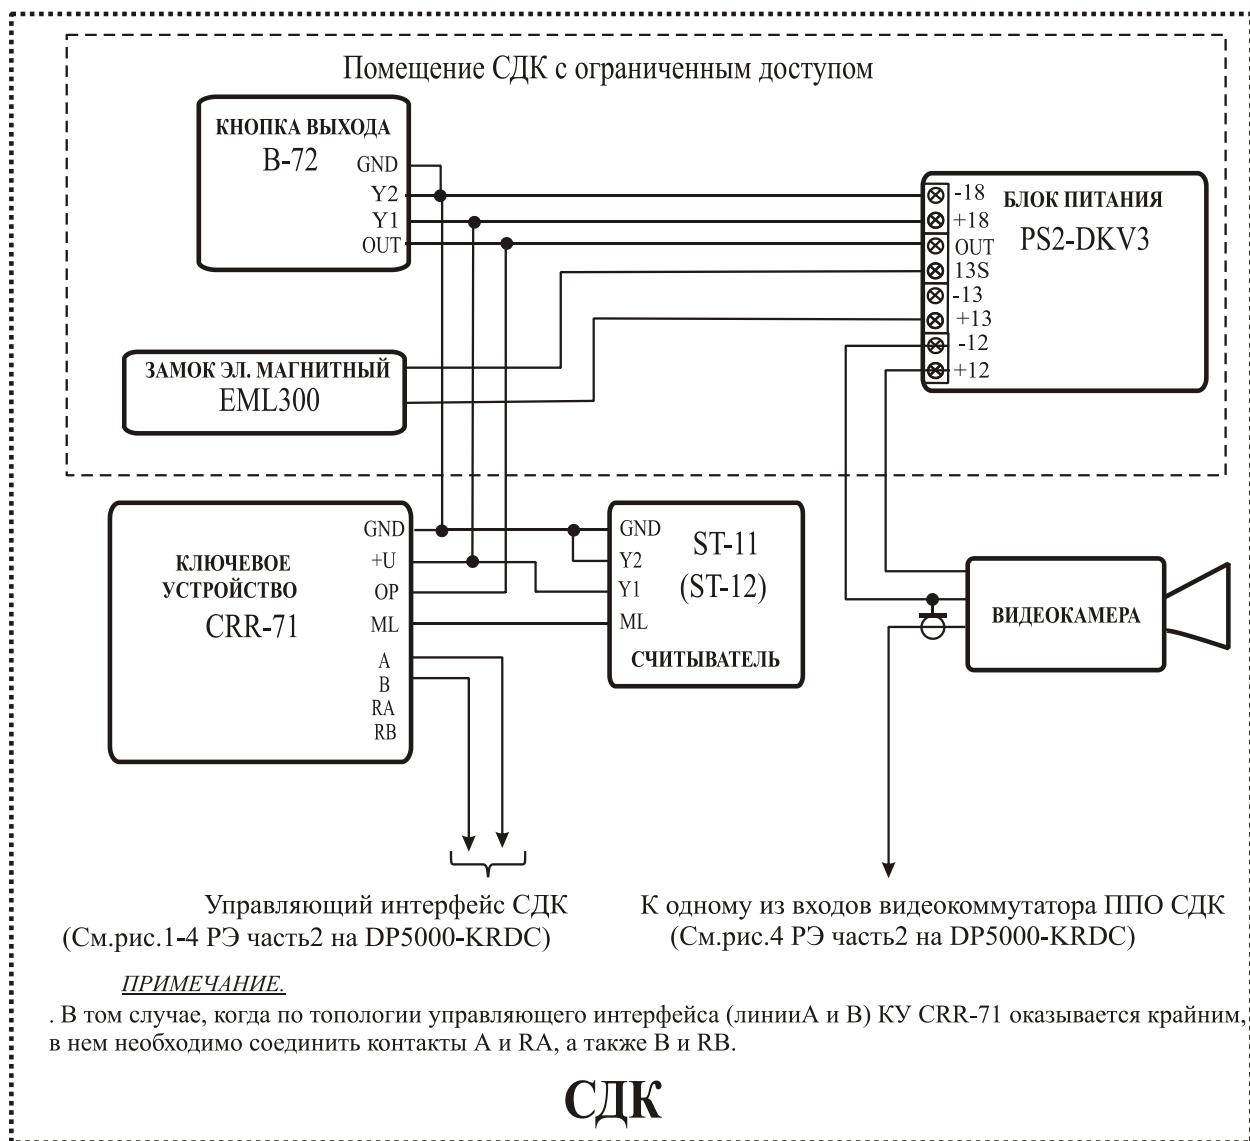

Рис.1 Схема подключения CRR-71 к замку без платы управления и кнопке B-72.
5.1 Пример схемы подключения устройства приведен на рис.1. В дежурном режиме замок оказывается постоянно включенным, что обеспечивает закрытое состояние двери. В случае прикладывания записанного ключа к лузе считывателя, расположенной на лицевой панели СДК, или нажатии кнопки "Выход" происходит выключение замка, что позволяет открыть дверь. Подробную информацию о работе и правилах монтажа СДК смотри в РЭ на DP5000-KRDC часть 2 - сетевой домофонный комплекс.
7.2.6 Монтаж шины питания замка осуществляется проводом сечением не менее $0,5 \text{ мм}^2$. Монтаж остальных цепей подключения устройства вести проводом сечением не менее $0,2 \text{ мм}^2$. Для подключения блока питания к сети **220В обязательно (!) должна быть установлена розетка**. Схема соединения блоков системы приведена на рис. 1.